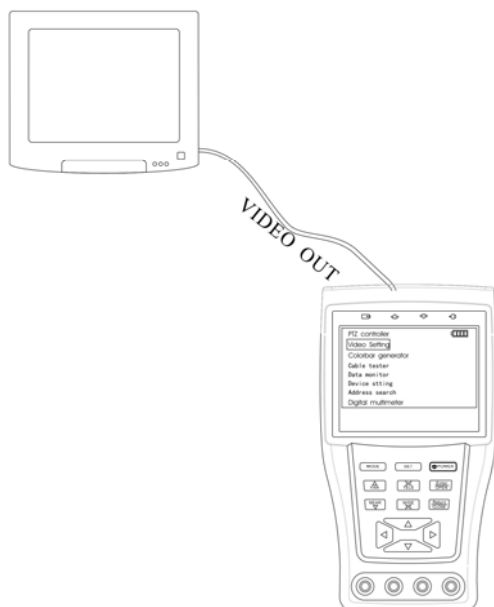

Рис. 3.5
1. Подключите CCTV-тестер к внешнему монитору или видеорегистратору как показано на Рисунке (Рис. 3.5).